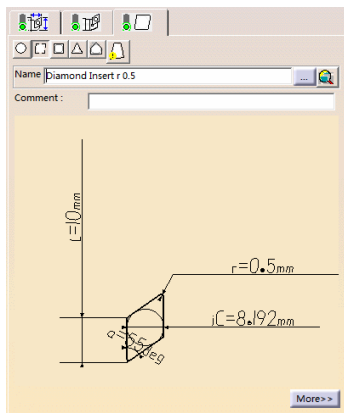

图 6-128 刀片选项卡 (6)
- 单击刀具参数选项卡中的，切换到刀片选项卡(6)，设置刀片类型以及刀片参数，如图 6-128 所示。